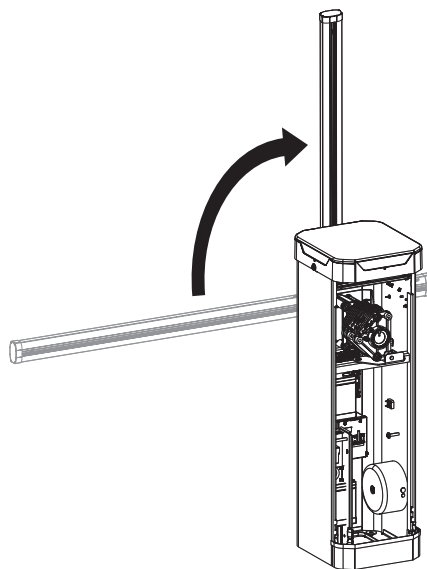

Figure 7
9. Desserrez le support de bras sur l'arbre de sortie de l'opérateur. Déplacez le bras en position verticale et resserrez le support du bras. Voir Figure 7.